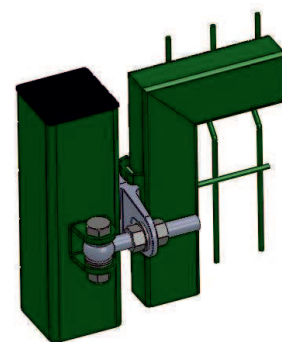

рис.8
- при открытии ворот во внутрь рис. 8